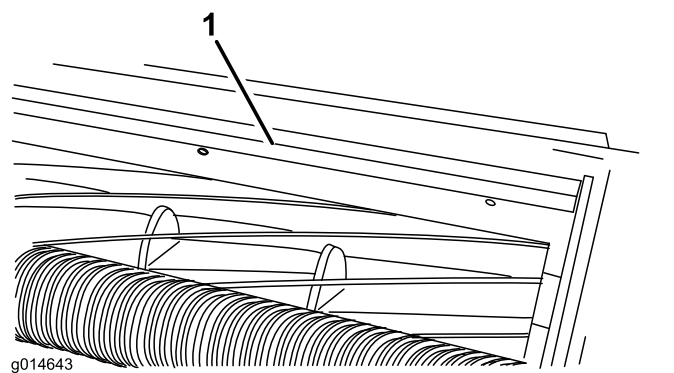

Figure 17
1. Desserrez les boulons qui fixent la barre supérieure (Figure 17) à l'unité de coupe.